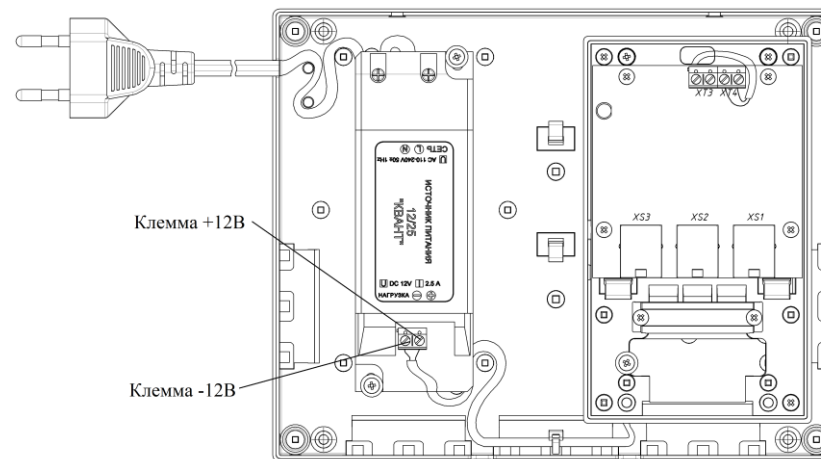

Рис.1 Внешний вид изделия со снятыми крышками
- На рис.1 показан внешний вид изделия со снятыми крышками.